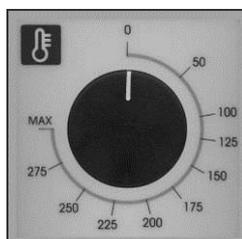

Fig. 4
**Programmazione temperatura di cottura** - Ruotare la manopola del termostato di regolazione (Fig. 4) in corrispondenza della temperatura scelta per la cottura.